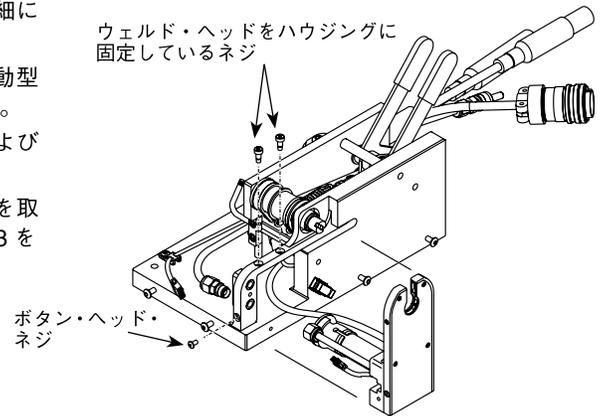

図43：ウェルド・ヘッド・アセンブリを取り外す
14. 2本の位置決め用ショルダー・ネジおよびボタン・ヘッド・ネジを取り外して、ウェルド・ヘッド・アセンブリを取り外します。図43をご参照ください。